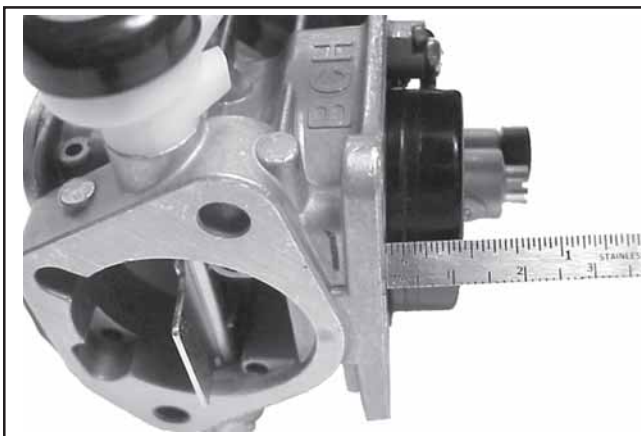

Figura 5-12. Controllo dell'altezza del galleggiante.
7. La regolazione in altezza corretta del galleggiante è **12,0 mm (0.472 in.)** dal fondo piatto al corpo del carburatore. Vedere Figura 5-12. Regolare l'altezza del galleggiante piegando con cautela la linguetta metallica del galleggiante.